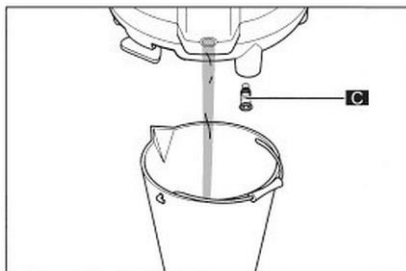

Fig. 45
6. Svitare la vite di scarico (C) del recipiente dell'acqua, servendosi di una moneta o di una chiave a brugola.
7. Tirare la vite di scarico (C) e attendere che l'acqua defluisca completamente dal recipiente (fig. 45).